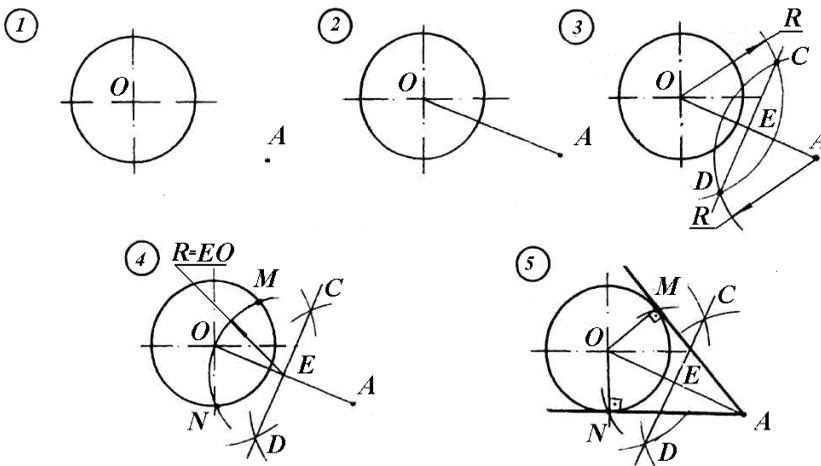

Рис. 10.
1) Дана окружность и точка A , которая не лежит на окружности (рис. 10).